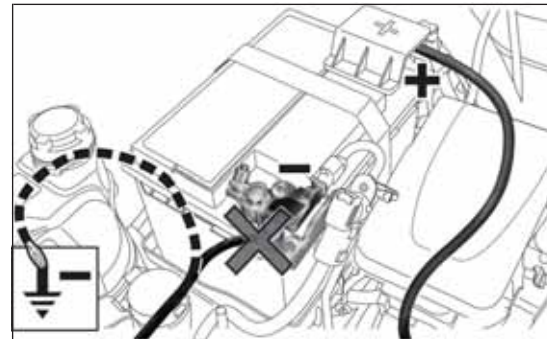

fig. 115
- ☐ conectar los bornes positivos (signo + cerca del borne) fig. 115 de las dos baterías con un cable adecuado;